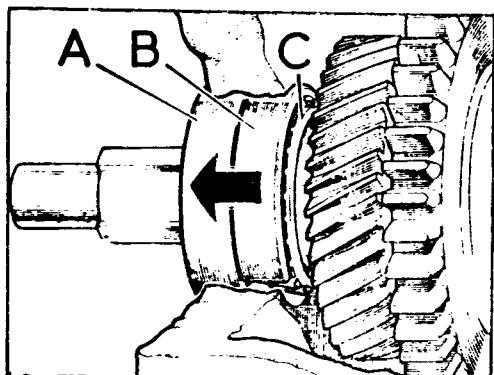

Fig. C1-35 Desmontaje de la pista exterior del cojinete
- 1.5. Con el anillo cortado, B (Fig. C1-35), en su sitio se golpeará sobre el protector para que el eje se desplace hacia adelante hasta que la pista exterior, A, salga totalmente de su alojamiento de la caja.